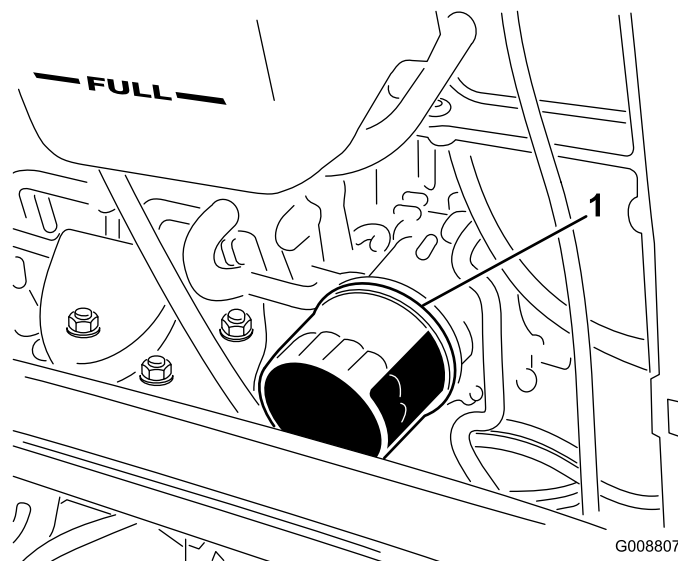

Figure 53
2. Enlevez le filtre à huile (Figure 53). Appliquez une fine couche d'huile propre sur le joint du filtre de rechange avant de le visser en place. **Ne serrez pas excessivement.**